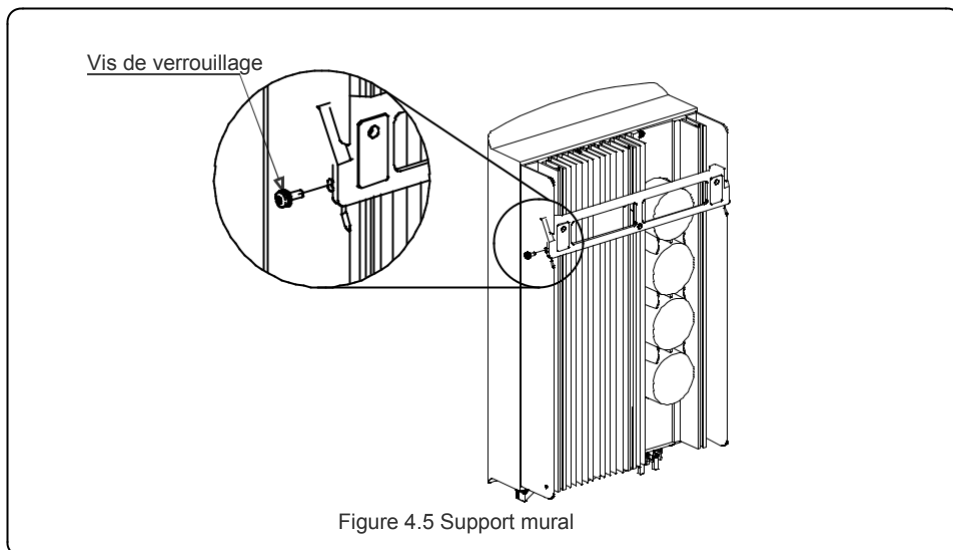

Figure 4.5 Support mural
4. Soulevez l'onduleur (en prenant soin d'éviter les tensions corporelles) et alignez le support arrière de l'onduleur avec la partie convexe du support de montage. Accrochez l'onduleur sur le support de montage et assurez-vous que l'onduleur est bien fixé (voir figure 4.5).